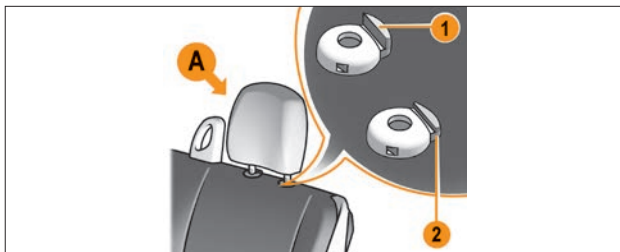

Рис. 2.2.1. Подголовники типа А сиденья второго ряда (в варианном исполнении)
- Подголовники типа А (рис. 2.2.1).
**Чтобы опустить его вниз**, нажмите одновременно на фиксатор 1 (рис. 2.2.1 или 2.2.2) и на подголовник.